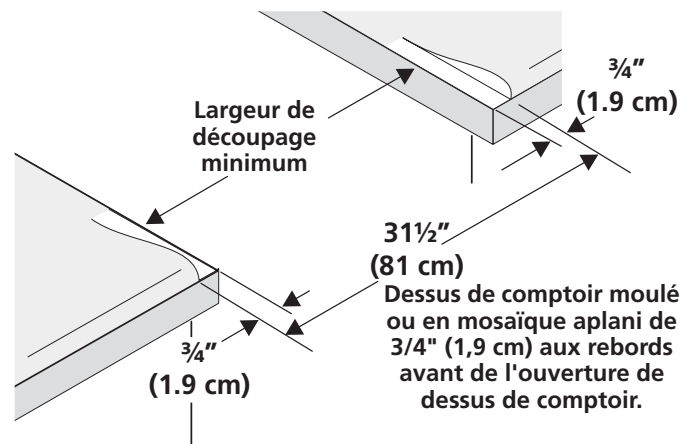

Figure 8
- Les dessus de comptoir au **rebord avant moulé** doivent être aplanis de 3/4" (1,9 cm) à chaque coin avant de l'ouverture (Figure 8).
- Il est possible qu'il soit nécessaire d'araser de 3/4" (1,9 cm) les dessus de **comptoir en mosaïque** à chaque coin avant et/ou d'aplanir le rebord arrondi (Figure 8).